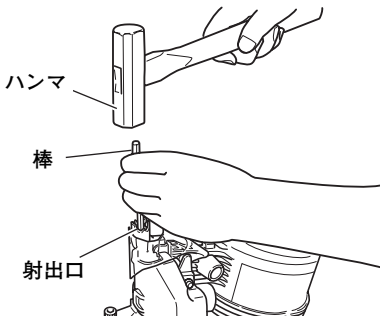

図 27
- 釘をマガジン内より抜き取り、釘ガイドを開き、射出口から細い棒を入れてハンマでたたきます。(図 27)